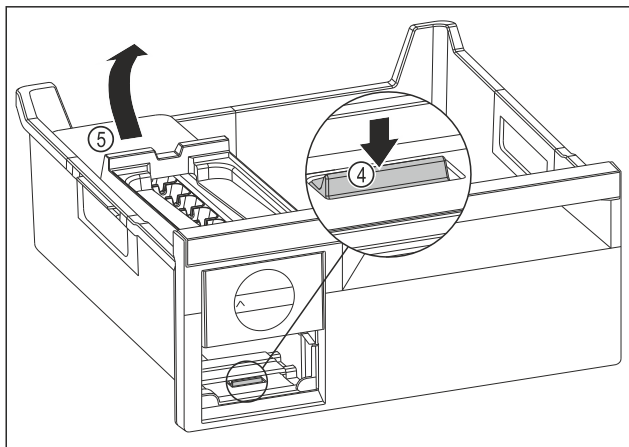

Fig. 79
- ▶ Vyjmutí korpusu EasyTwist-Ice: Lamelu Fig. 79 (4) zatlačte prstem směrem dolů a zároveň nadzvedněte druhou rukou korpus EasyTwist-Ice Fig. 79 (5) zezadu.